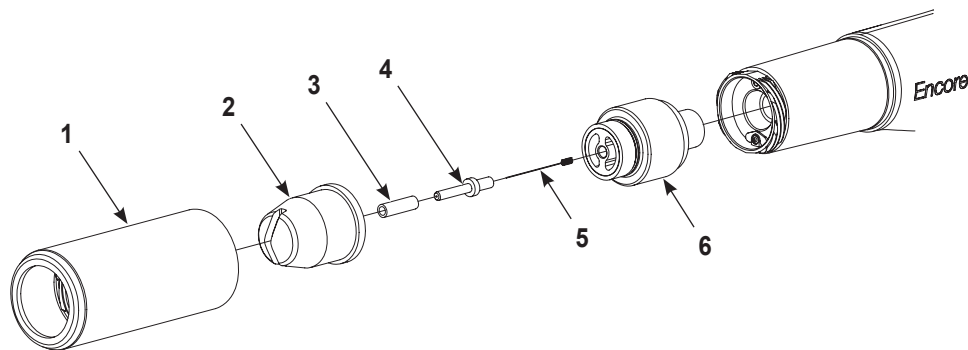

Abbildung 9 Flachsprüh-/Winkelsprühdüsen reinigen
1. Siehe Abbildung 9. Düsenmutter (1) gegen den Uhrzeigersinn abschrauben.
2. Düsenmutter (1) und Düse (2) aus dem Sprühapplikator ziehen. Die Düse von der Mutter abnehmen und beide Teile mit Niederdruckluft und sauberen Tüchern reinigen. Bei Verschleiß oder Beschädigung ersetzen.
4. Die Hülse (3) und den Elektrodenhalter (4) auf Verschleiß untersuchen. Wenn eines der Teile verschlissen oder beschädigt ist, dieses durch den Flachsprühdüsen-Elektrodenhaltersatz ersetzen.
- a. Den Elektrodenhalter und die Hülse von der Elektrodenhalterungsbaugruppe (6) abschrauben.
- b. Die neue Hülse (3) auf dem neuen Elektrodenhalter (4) anbringen.
- c. Die Elektrode (5) im neuen Halter montieren, dann den Halter in die Elektrodenhalterungsbaugruppe (6) schrauben.
6. Die Düse (2) an der Elektrodenhalterung (4) montieren, dann die Düsenmutter (1) im Uhrzeigersinn fingerfest auf das Sprühapplikatorgehäuse schrauben.